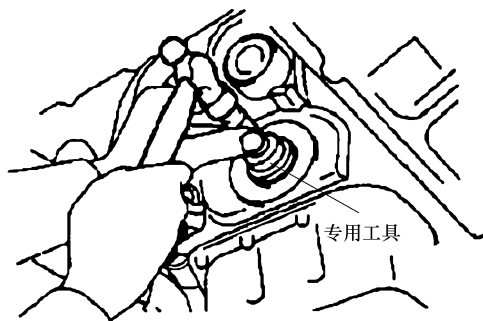

图 1-14 安装新油封
② 使用专用工具及锤子，轻轻地将新油封敲入，直到其表面与安装孔端面边缘齐平为止，如图 1-14 所示。
如图 1-14 所示。